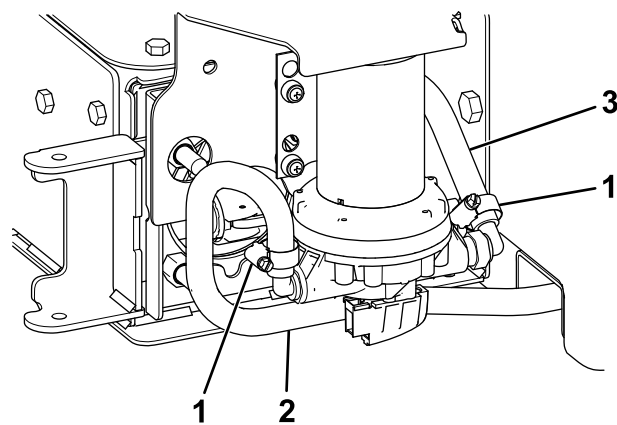

Figure 29
9. Avec un collier, fixez le flexible de 45 cm (18 po) de la buse de pulvérisation au raccord sur le côté droit de la pompe (Figure 29).
10. Avec un collier, fixez le flexible de 1,2 m (48 po) au raccord sur le côté gauche de la pompe (Figure 29).
11. Acheminez le flexible sous le longeron du cadre, vers le filtre (Figure 29).